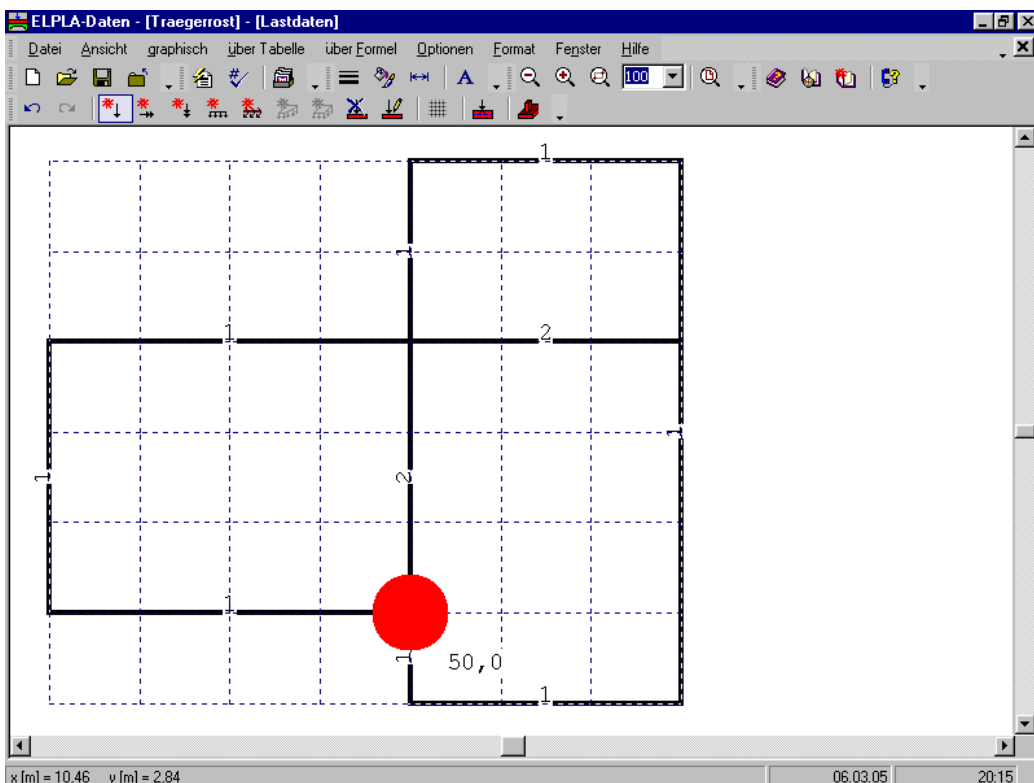

Bild 4-26 Punktlast 50 [kN] auf dem Bildschirm
Nach der Definition der Punktlast sollte der Bildschirm wie das folgende Bild 4-26 aussehen. Die Punktlasten P auf die Stäbe wurden schon mit der Lage der Stäbe (am Rand $P_1 = 10$ [kN/m] und bei den anderen Trägern $P_2 = 15$ [kN/m]) eingegeben. Sie sind in Bild 4-26 als Stabnummern 1 oder 2 bezeichnet.
- Wählen Sie den Befehl "Lastdaten speichern" aus dem "Datei"-Menü im Bild 4-26, um die Lastdaten zu speichern